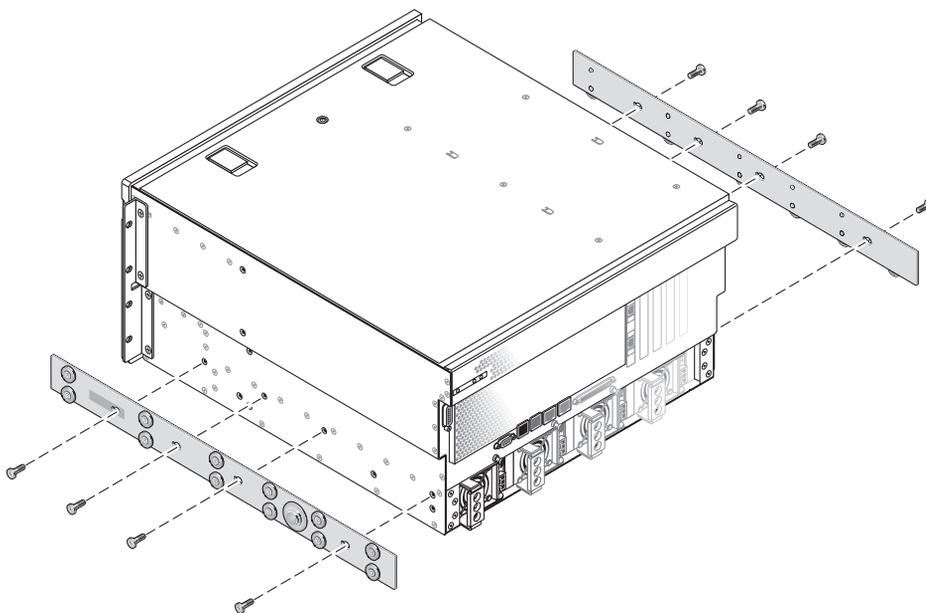

FIGURE 3-9 Fixation des glissières au châssis du système
5. Alignez les trous des glissières sur ceux des parties latérales du serveur. Puis, à l'aide des huit vis incluses dans le kit d'expédition (quatre nécessaires de chaque côté), fixez les glissières de part et d'autre du serveur (voir FIGURE 3-9).